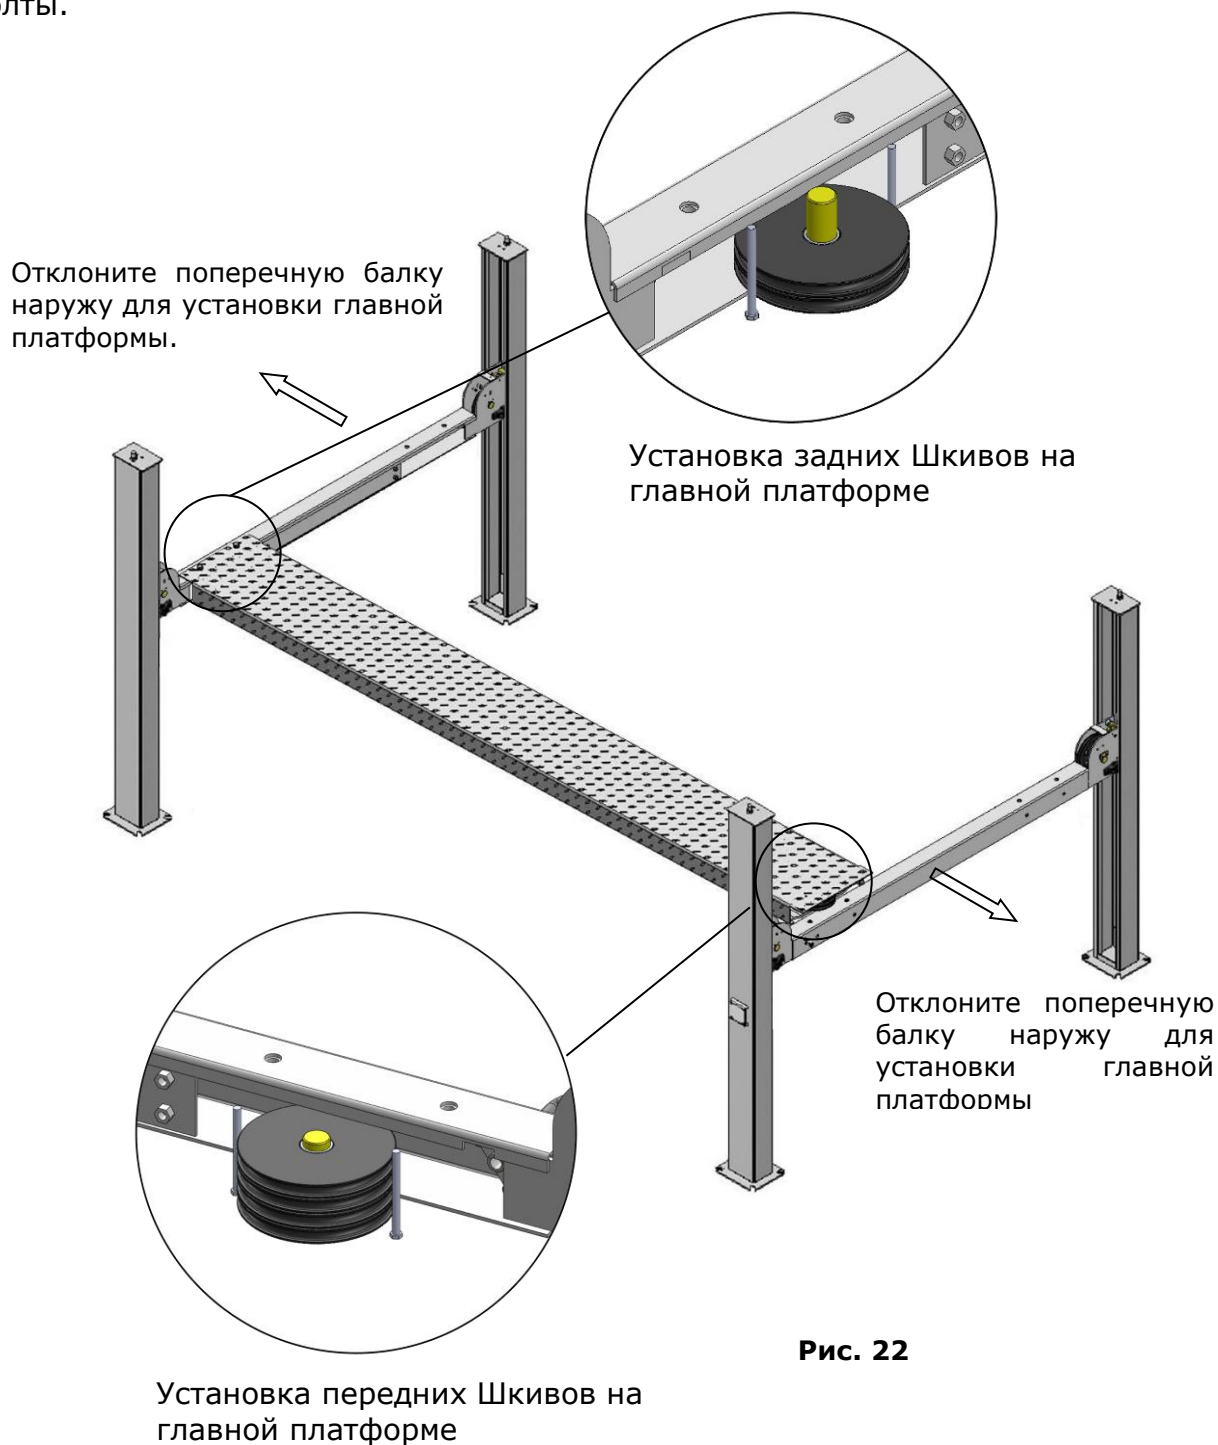

Рис. 22
1. Установите платформу на поперечных балках вручную или с помощью погрузчика, сместите поперечные балки наружу, пока шкивы обеих платформ не встанут в поперечины (**См. Рис.22**), Зафиксируйте главную платформу и закрутите болты.